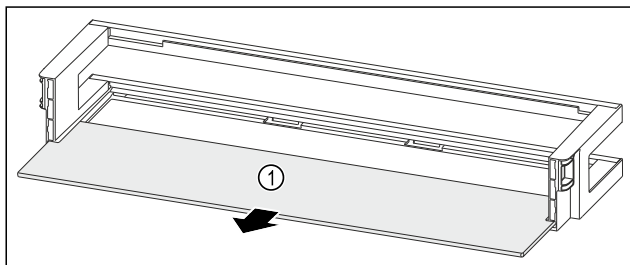

Fig. 64 Estantes en la contrapuerta con estante
- Retire el estante Fig. 64 (1).